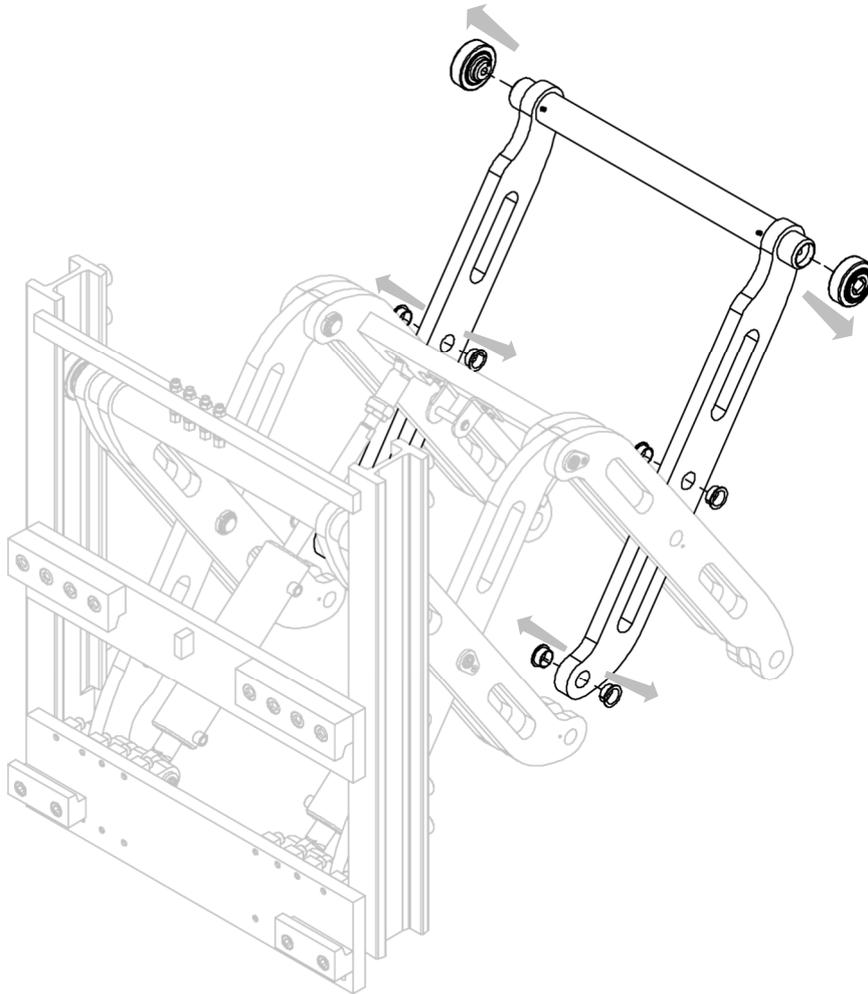

Figure 10
4. Retirer la paire de bras de l'équipement, avec les bagues d'oscillation correspondantes (voir Figure 10).